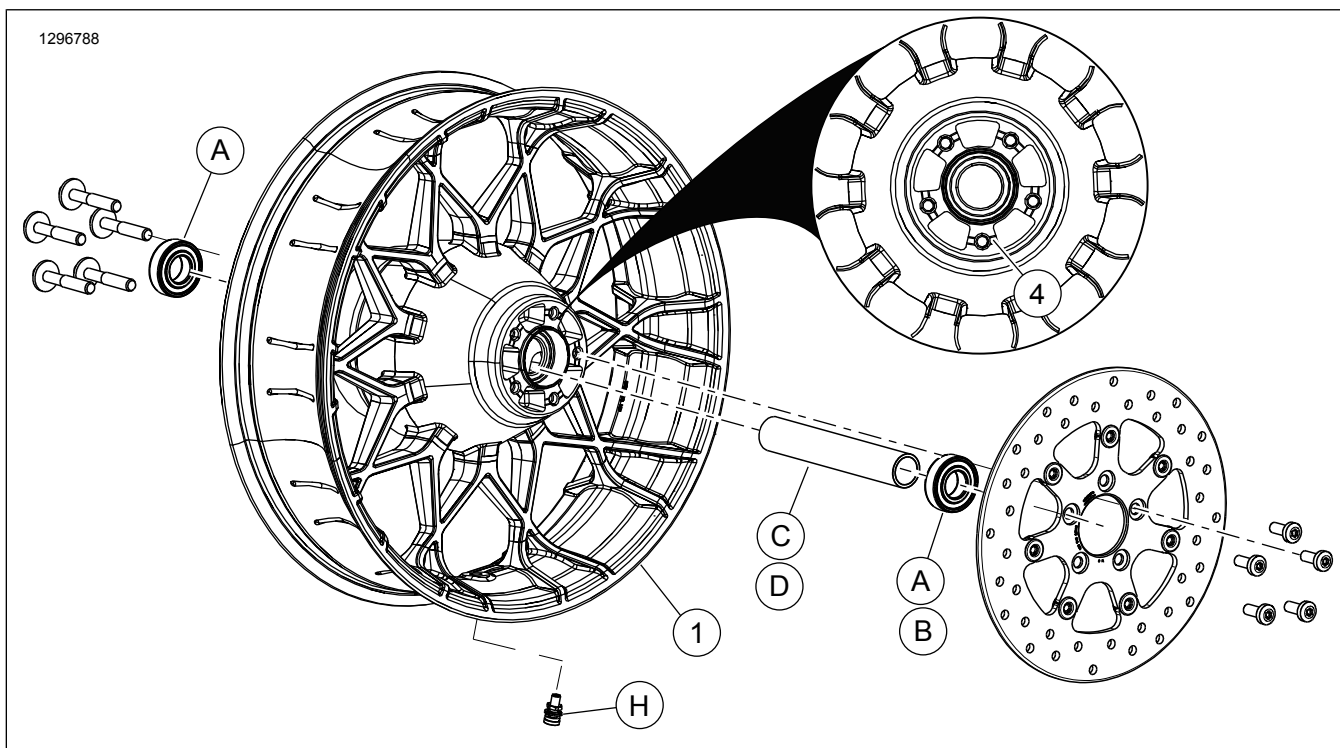

Figure 1. Pièces de rechange : Roue de turbine arrière
Ces kits comprennent une roue personnalisée uniquement. Consultez Figure 1 et Tableau 2.
- Consultez Figure 1 . Installez l'assemblage de corps de valve (H) sur la roue. Consultez le manuel d'entretien.